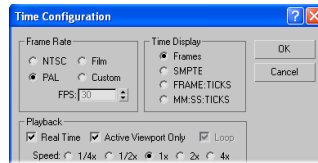

Abbildung 8: In der Time Configuration für die Frame Rate PAL einstellen.
2. In der **Time Configuration** für die **Frame Rate** **PAL** einstellen (vgl. Abbildung 8). Dahin gelangt man schnell, indem mit der rechten Maustaste auf ein Element der Animationssteuer-Element ein Kontextmenü ausgeklappt wird.